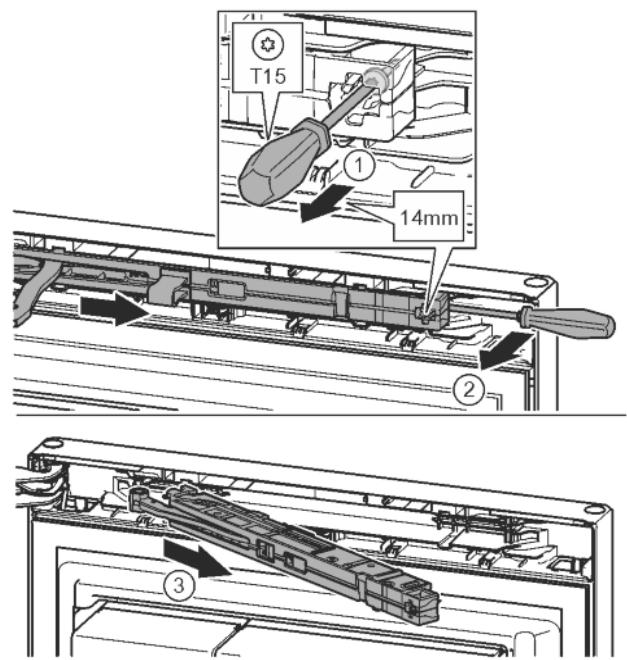

Fig. 10
- Šroub na jednotce tlumiče zavírání povolte šroubovákem T15 o cca 14 mm. Fig. 10 (1)
- Šroubovákem na straně madla zajedte za jednotku tlumiče zavírání a otočte ji dopředu. Fig. 10 (2)
- Vytáhněte jednotku tlumiče zavírání. Fig. 10 (3)